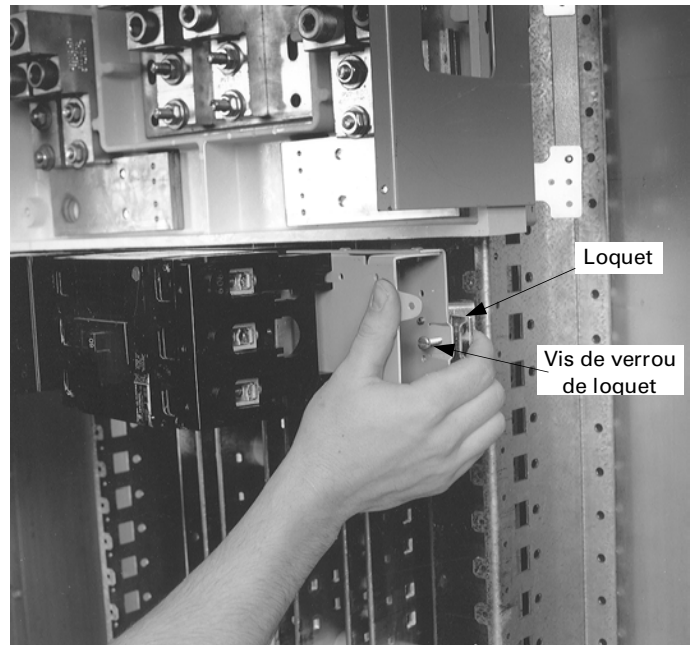

Figure 5. Positionnement du module de disjoncteur.
4. Positionner le module. Relâcher les vis de verrou de loquet et rétracter entièrement les loquets. Aligner les doigts servant de guide sur les deux extrémités du module avec les encoches dans les rails de l'intérieur du panneau, comme montré à la Figure 5. N'allouer aucun espace entre les unités.